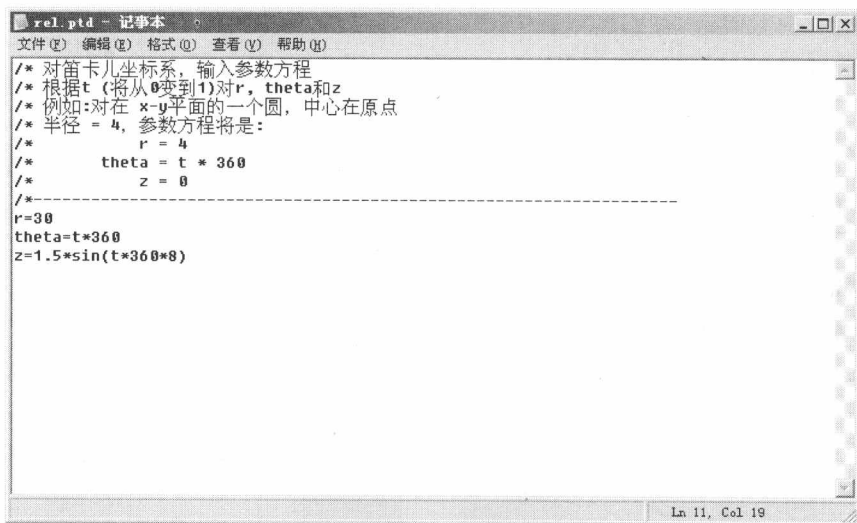

图1-3
(1) 单击  按钮启动基准曲线工具。
(2) 在曲线选项菜单中执行【从方程】/【完成】命令，然后选择默认的坐标系。
(3) 选择【圆柱】选项，输入如图 1-3 所示的方程，保存后关闭对话框。